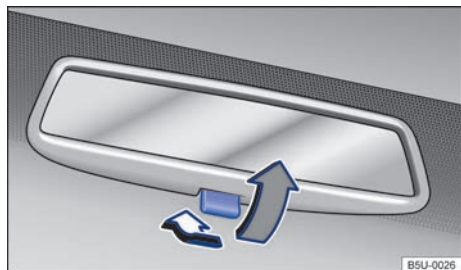

Fig. 74 Retrovisor interior con antideslumbrante manual.
- Posición de noche: tirar de la palanca → fig. 74 (flecha gris), para evitar el deslumbramiento de los faros de los vehículos que circulan detrás.